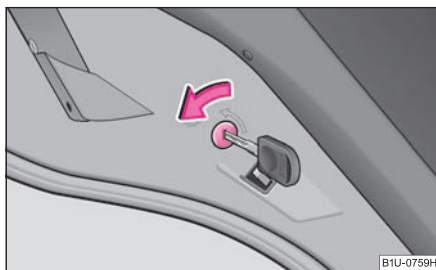

Fig. 31 Siguranța pentru copii de la ușile din spate
- Rotiți cu cheia de contact fanta din ușile din spate în sensul săgeții ⇒ fig. 31.